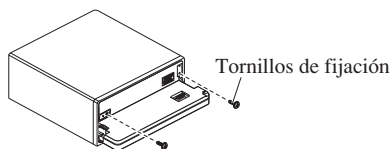

Fig. 13
4. Fije el panel delantero a la unidad utilizando los tornillos de fijación. (Fig. 13)